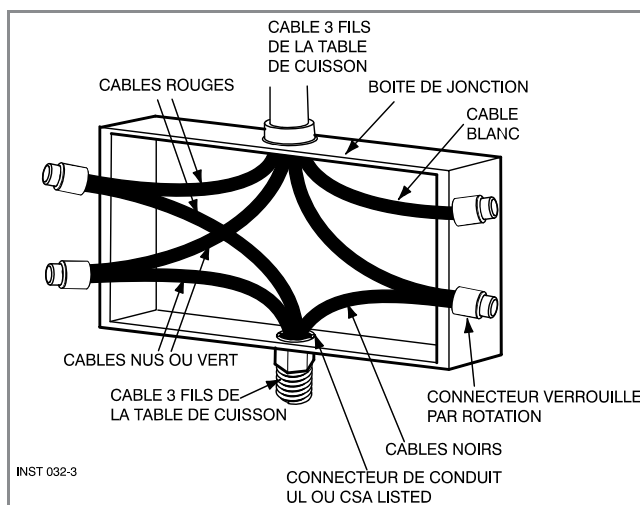

Figure 14.
1. Connectez (voir figure 14) le conducteur de terre vert du table de cuisson au conducteur de terre dans le boîtier de jonction (câble nu ou coloré vert).